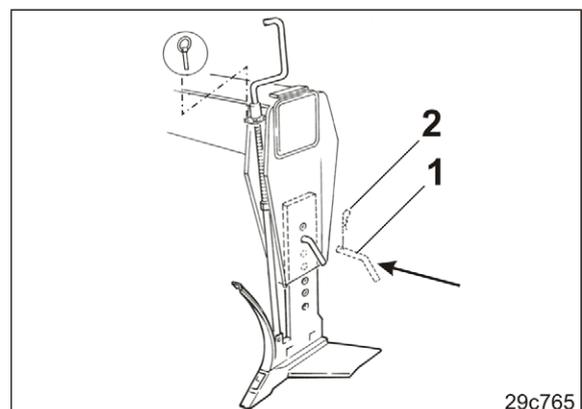

Fig. 23
6. Insérer la goupille (Fig. 23/1) et l'assurer avec un ressort d'arrêt (Fig. 23/2). La goupille constitue la sécurité mécanique de la tige de soc.